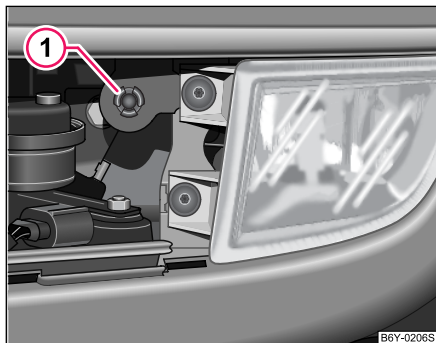

Fig. 159 Déposer les antibrouillard
- Enlevez les vis du support du phare antibrouillard. Le capteur de température extérieure* ① est fixé au phare gauche au moyen de la vis du haut ⇒ fig. 159.